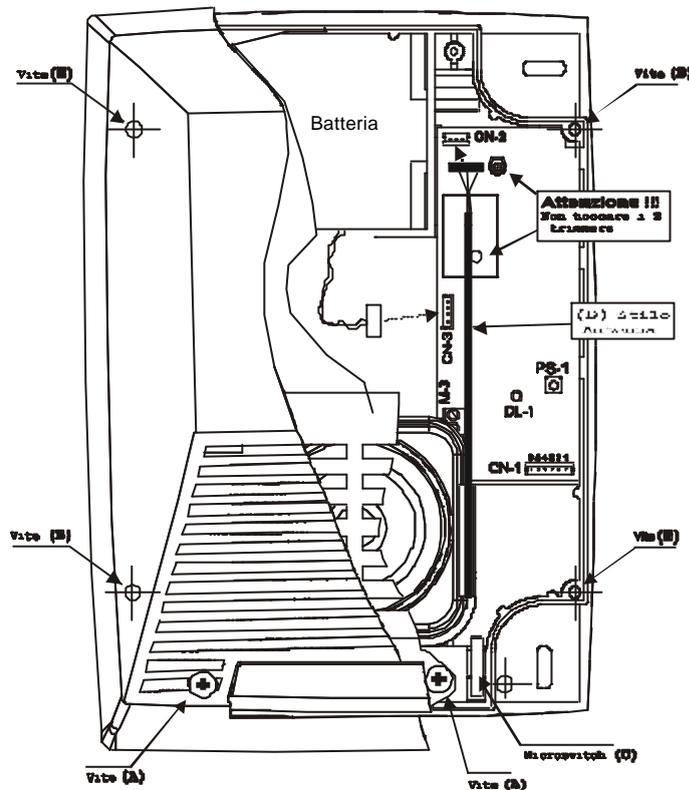

Fig. 8 – Vista d'insieme della Sirena SR-74.110
- Facendo riferimento alla fig. 8, rimuovere le coperture svitando le 2 viti (A) e le 4 viti (B), per accedere alla scheda elettronica della sirena.
- Lasciare il microswitch (C) di sabotaggio aperto.